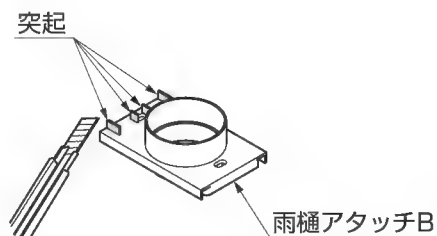

図11-35
- ⑤雨樋アタッチBの4ヶ所の突起をカッターで除去してください。(図11-35参照)
⑥天井材にφ3.2の下穴をあけてから雨樋アタッチBを雨樋アタッチメントに挿入し【6-1】で取付けてください。
- ⑦ 縦樋の長さをH24の場合は2138mmに、H29の場合は2593mmに切断してください。